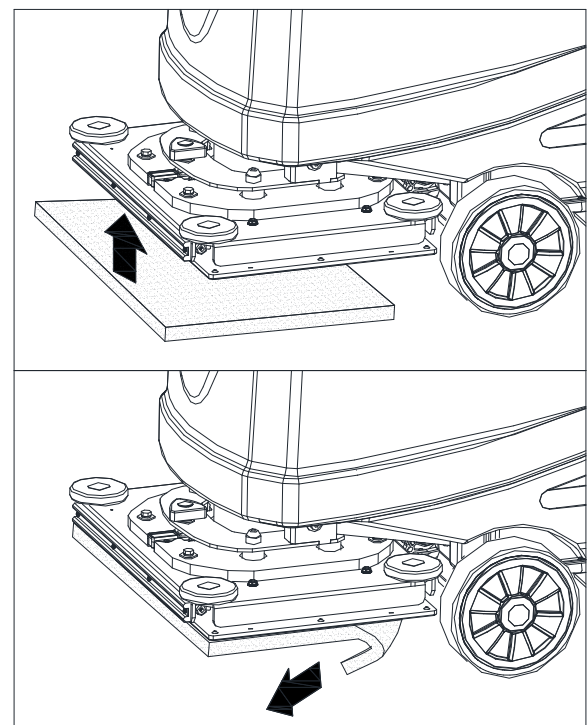

Figura 5.1
1. Levante a plataforma pressionando o interruptor (46).
2. Instale e desinstale a esponja (A, Figura 5.1).